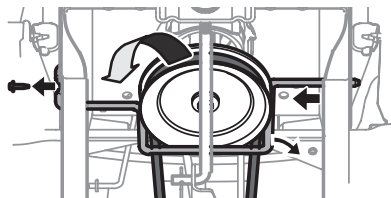

Figura 38
4. Para **elevarel** frente de la plataforma, afloje la tuerca exterior y luego apriete (rosca hacia adentro) la tuerca contra el soporte de suspensión delantera. Consulte la Figura 38. Cuando se logre el torque correcto, vuelva a apretar la tuerca exterior hasta 25-30 pies-libras (34-40.7 N-m).
5. Para **bajar** el frente de la plataforma, afloje la tuerca exterior y luego afloje (rosca hacia afuera) la tuerca interior, alejándola del soporte de suspensión delantera. Consulte la Figura 38. Cuando se logre el ajuste correcto, vuelva a apretar la tuerca exterior.
5. Saque el tornillo hexagonal que asegura la varilla guardapoleas del motor al bastidor. Consulte la Figura 38.